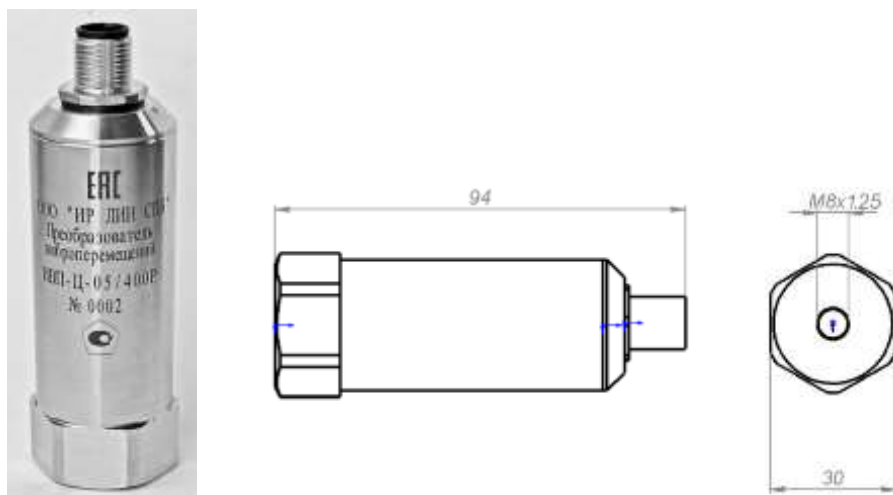
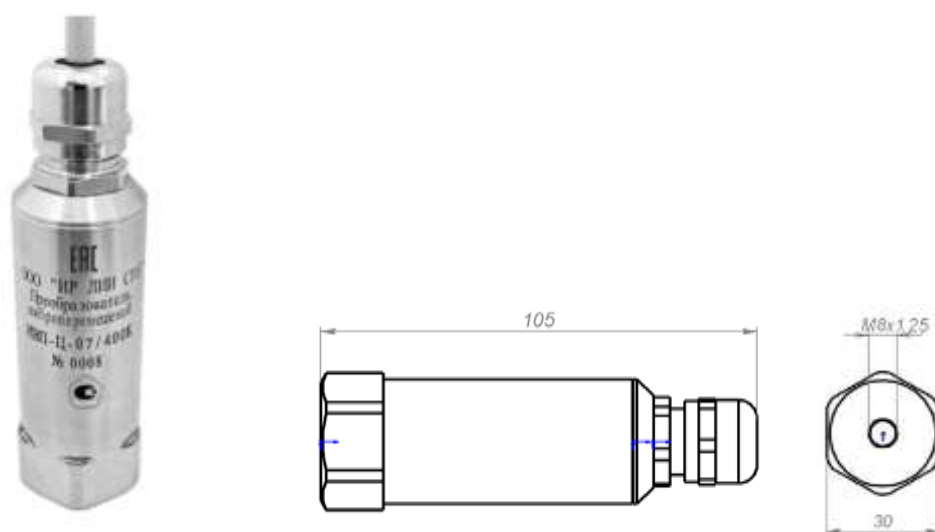

Рис.1 Внешний вид и габаритные размеры преобразователя ИВП-Ц с разъёмом
Рис.2 Внешний вид и габаритные размеры преобразователя ИВП-Ц с кабелем
1.4.2 Преобразователи виброперемещений ИВП-Ц выпускаются в двух модификациях: ИВП-Ц -05/400 и ИВП-Ц -07/400, отличающихся между собой диапазонами рабочих частот. Преобразователи виброперемещений ИВП-Ц каждой модификации могут выпускаться со встроенным соединительным кабелем или с коннектором для подключения внешнего соединительного кабеля (рис.1, рис.2).